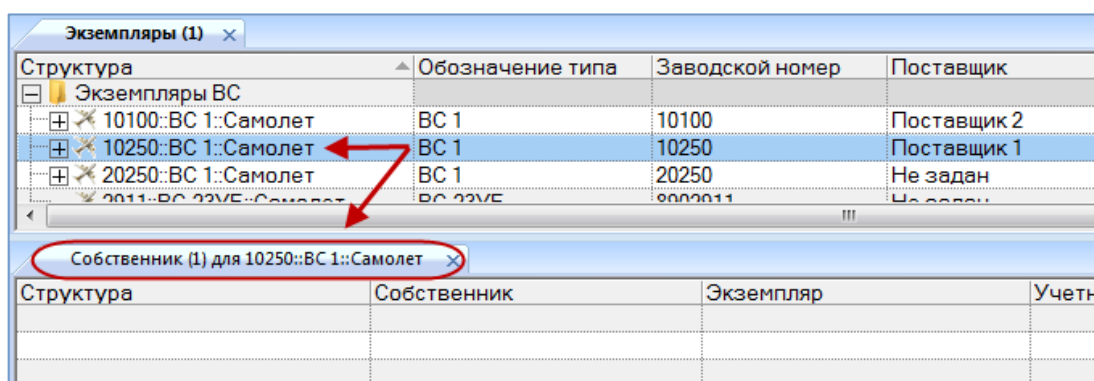
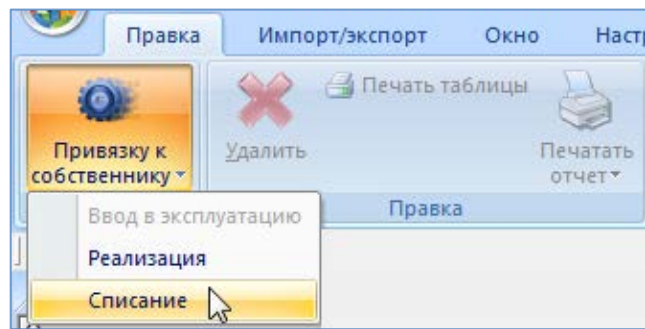

Рис. 13-81 – Окно связанных объектов «Собственник»
Рис. 13-88 – Кнопка «Привязка к собственнику»
- 4) Открывается окно связанных объектов «Собственник» для выбранного экземпляра ВС (рис. 13-81).
4) Открывается окно связанных объектов «Собственник» для выбранного экземпляра ВС (см. выше рис. 13-81).
3) Открывается окно связанных объектов «Собственник» для выбранного экземпляра ВС (см. выше рис. 13-81). Перейти в окно связанных объектов «Собственник», нажать кнопку «Привязку к собственнику» панели «Создать» и выбрать пункт «Списание» в открытом меню (рис. 13-88). Если у экземпляра ВС в данный момент есть собственник, то доступны пункты «Реализация» и «Списание».